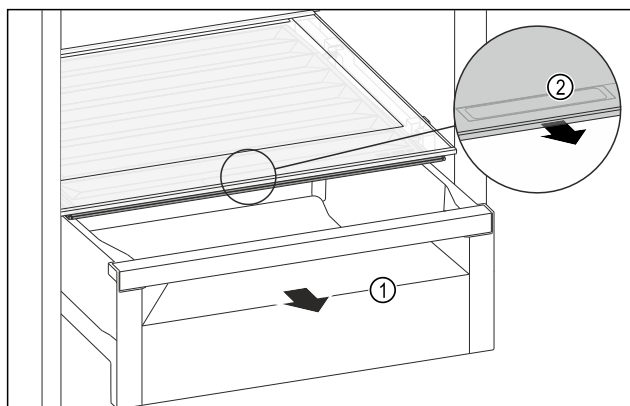

Fig. 139
- Schubfach Fig. 139 (1) herausziehen.
- Griffmulde Fig. 139 (2) am Fachdeckel anfassen und Fachdeckel gleichzeitig nach vorne ziehen.